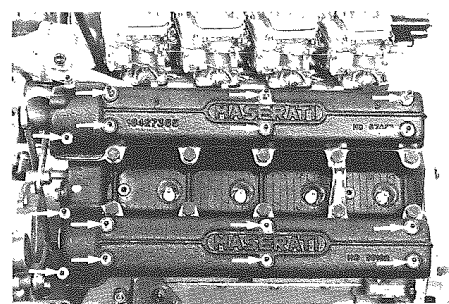

Fig. 1 - Dadi di fissaggio - Nuts
- Smontare i coperchi distribuzione allentando i dadi di fissaggio Ø 6, (**Fig. 1**). Rimuovere le guarnizioni e i coperchi in gomma. Asportare il raccordo sfiato gas dal coperchio aspirazione sinistro.
- Unscrew fixing nuts Ø 6 (**Fig. 1**) and disassemble timing cover. Remove gaskets and rubber cover. Remove from left intake cover throttle breathing union.
- Rimontare i coperchi distribuzione **Fig. 1**, e serrare i dadi alla coppia prescritta (vedi pag. 1-7).
- Refit distribution cover (**Fig. 1**) and tighten the nuts at the indicated tightening torque (see page 1-7).